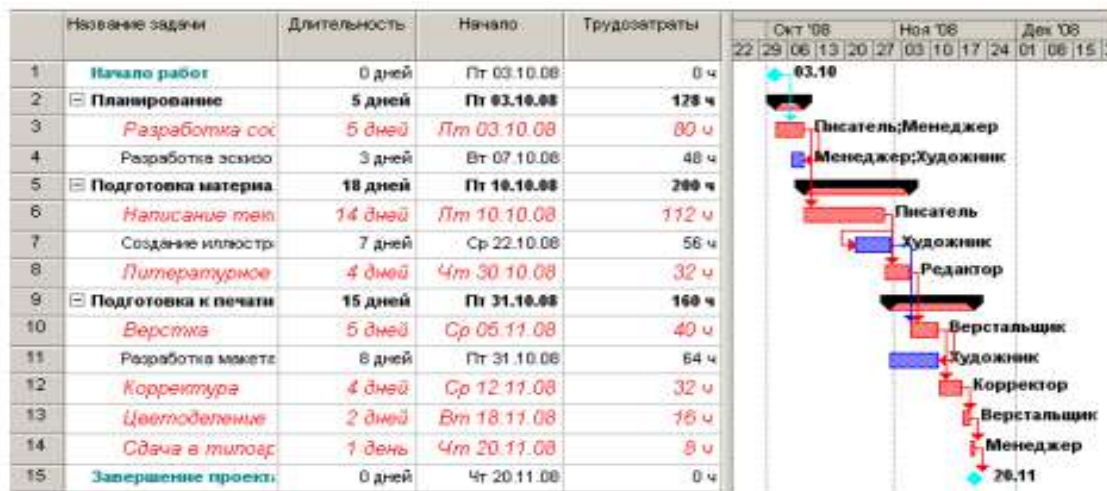

Рис. 35. Диаграмма после назначения ресурсов
- Когда всем видам работ ресурсы будут назначены, нажатием кнопки (Закреть) закройте диалог Назначение ресурсов. Диаграмма примет вид, как на рис. 35. MS Project определяет дату окончания проекта, используя даты окончания каждого вида работ, которые зависят от их длительности.